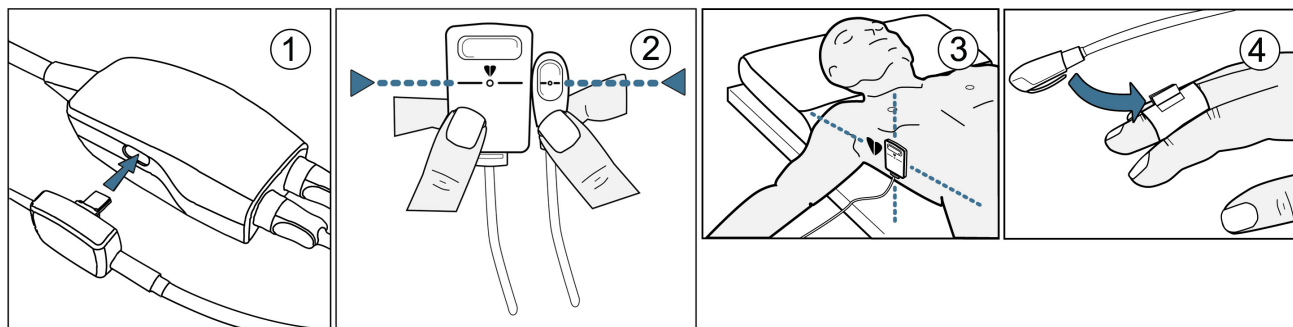

Figura 11-4 Colocación del sensor de referencia del corazón
- 1 Conecte el HRS al controlador de presión. Consulte ① en la figura 11-4.
- 2 Alinee verticalmente ambos extremos del HRS y toque el botón de puesta a cero. Consulte ② en la figura 11-4.
- 4 Aplique el sensor del corazón del HRS al paciente en el eje flebostático utilizando un clip del HRS. Consulte ③ en la figura 11-4.
- 5 Conecte el otro extremo del HRS al manguito para dedo. Consulte ④ en la figura 11-4.